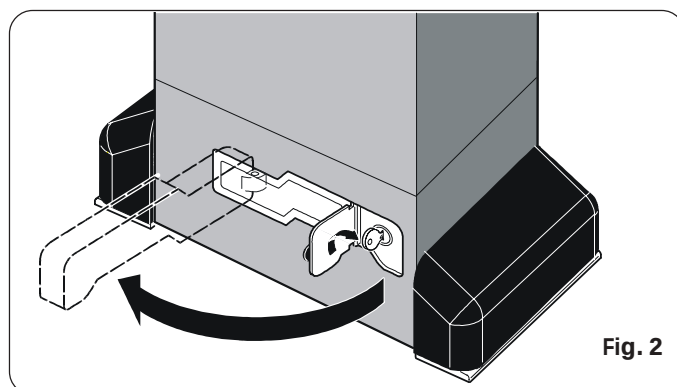

Fig. 2
- 2) Tourner la clé en sens horaire et tirer le levier de déverrouillage d'après la Fig. 2.